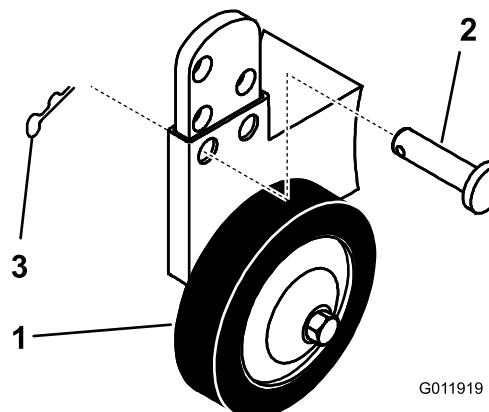

Figura 23
- A. Togliete la coppiglia a forcina e il perno per utilizzare un foro diverso (Figura 23).
- B. Scegliete il foro che permette alla ruota limitatrice di trovarsi a 10 mm dal terreno quando è impostata l'altezza di taglio desiderata (Figura 23).